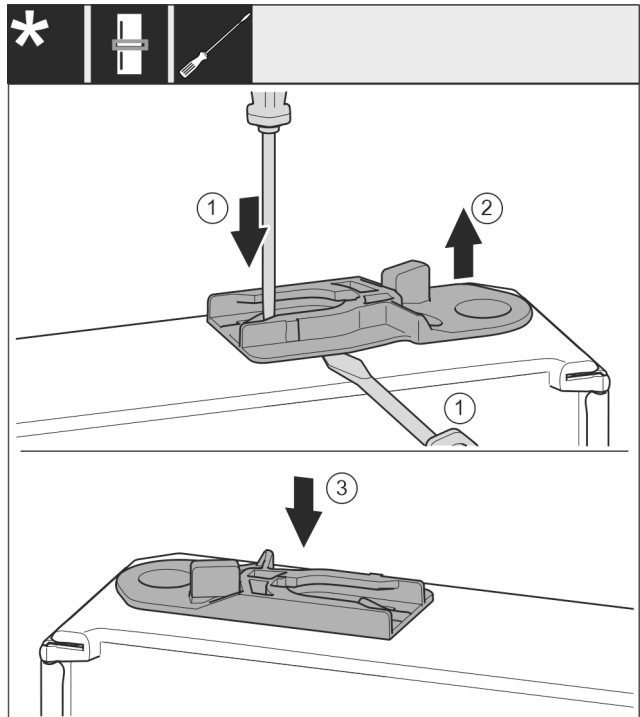

Fig. 38
- ▶ Ohjainholkin ulosvetäminen: Paina kielekettä uraruuvimeisselillä ja työnnä uraruuvimeisseli samanaikaisesti ohjainholkin alle. *Fig. 38 (1, 2)*
- ▶ Työnnä toimitukseen kuuluva ohjainholkki kotelon toiselle puolelle. *Fig. 38 (3)*